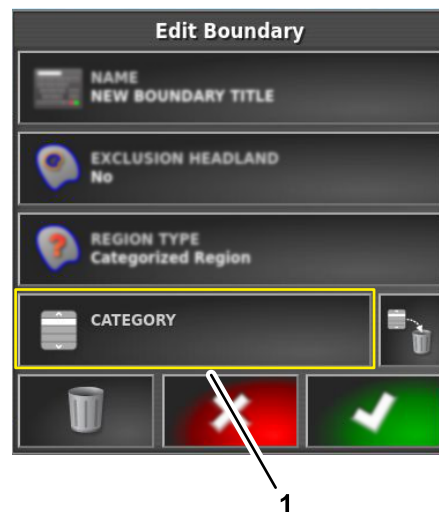

图 65
3. 在编辑边界对话框中按类别图标可显示类别类型列表图 65。